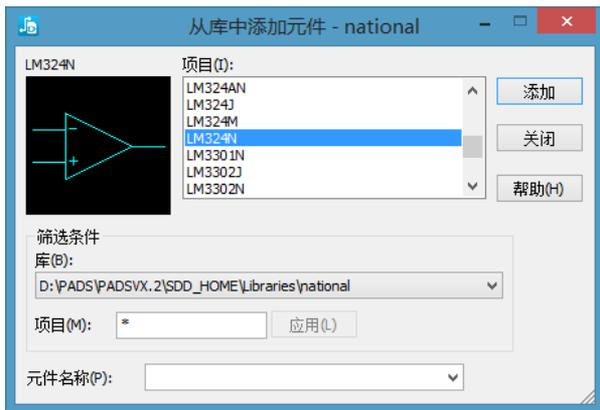

图 3-8 “从库中添加元件”窗口
(1) 因为 PADS Logic 只在原理图编辑工具栏中提供了放置元件的命令，所以首先应该在标准工具栏中单击原理图编辑工具栏图标  打开原理图编辑工具栏。也可以从“查看”菜单的“工具栏”子菜单中选择打开原理图编辑工具栏命令。
(2) 从原理图编辑工具栏中执行添加元件的命令。用户可以在原理图编辑工具栏中单击添加元件的命令图标 ，系统会弹出如图 3-8 所示的“从库中添加元件”窗口。
(3) 在图 3-8 所示的窗口中，可以在“筛选条件”区域内选择要添加元件所在的库，如下面的实例所添加的元件为 LM324N，该元件所在的库为 national，则可以在“库”下拉列表